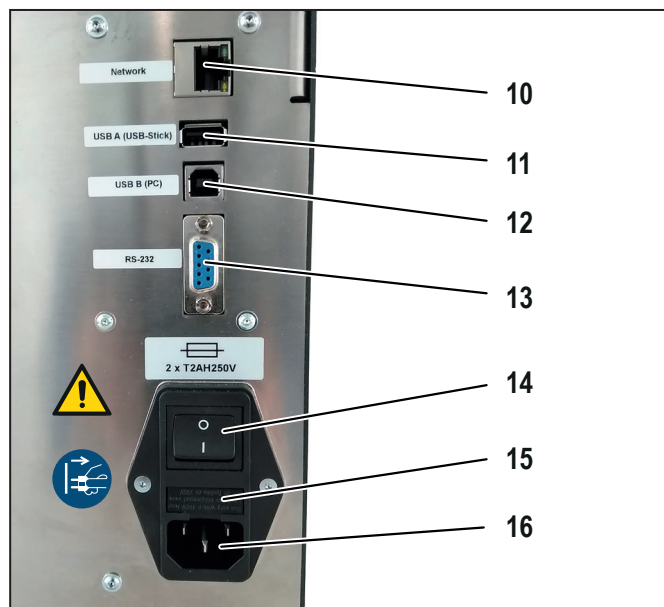

Bild 3.2 Rückansicht
- ▶ Stecken Sie das Netzanschlusskabel in die Netzanschlussbuchse (Bild 3.2, 16) des Automaten und schließen Sie es an die Stromversorgung an.
- ▶ Verbinden Sie den Automaten über ein USB-Kabel mit einem Rechner (Bild 3.2, 12).
- ▶ Verbinden Sie den Automaten über ein Ethernet-Kabel mit einem Netzwerk (Bild 3.2, 10).
► Schalten Sie den Automaten ein (Bild 3.2, 14).